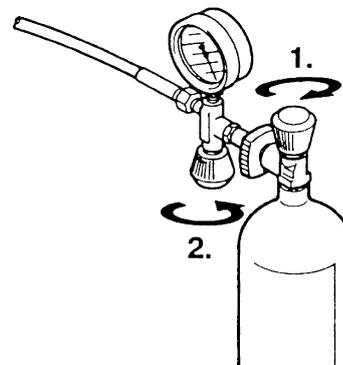

Abb. 15.4 Abnehmen der Druckluftflasche
Nach Erreichen des Enddrucks **zuerst den Flaschenhahn (1)** (Abb. 15.4), **dann das Füllventil** schließen. Druckluftflasche abnehmen (2)